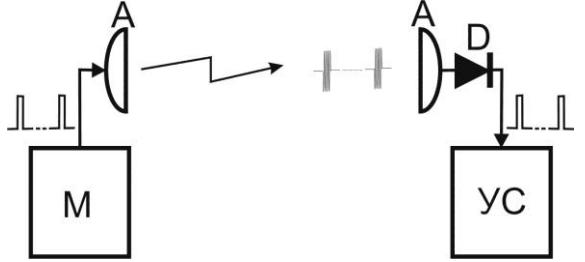
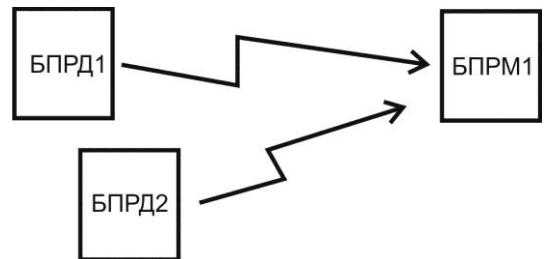

Рис. 6.10
Рис. 6.11
6.3.4.2 Антенна А БПРД, под управлением модулятора М, излучает в направлении антенны А БПРМ радиоимпульсы (см. рис. 6.10). Радиоимпульсы с выхода антенны А (БПРМ) поступают на детектор D, с выхода которого – на узел синхронизации УС. УС определяет их положение во времени и пропускает в узкие «временные ворота» для обработки и принятия решений. Идентификация «собственного» БПРД1 (рис. 6.11) при «засветке чужим», рядом установленным, БПРД2 достигается выбором разных частотных литер БПРД1 и БПРД2, см п. 6.3.2.2.